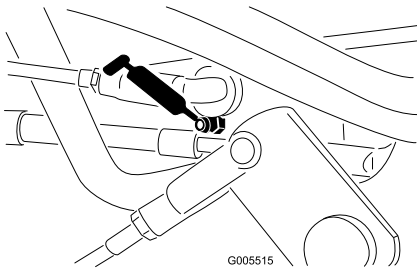

**Figure 43**
- Vérins de relevage (3) (Figure 43)